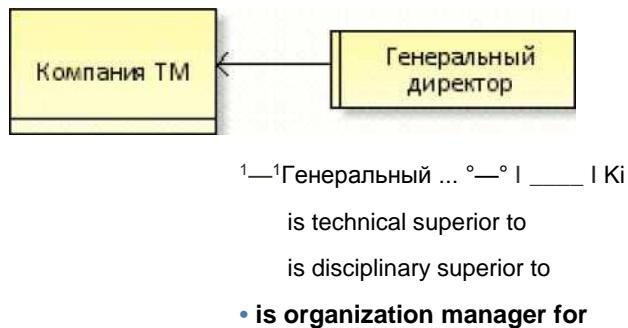

Рис. 11. Выбор типа связи между объектами
9) Поместите на диаграмму элемент Position с атрибутом Name «Генеральный директор» и свяжите его с организационной единицей «Компания ТМ» с помощью элемента Connection из палитры Symbols. Тип связи устанавливается автоматически после установления соединения. Он зависит от последовательности соединения двух элементов. Щелкните двойным кликом по связи на диаграмме и в окне свойств установите тип связи «is organization manager for» (рис. 11).